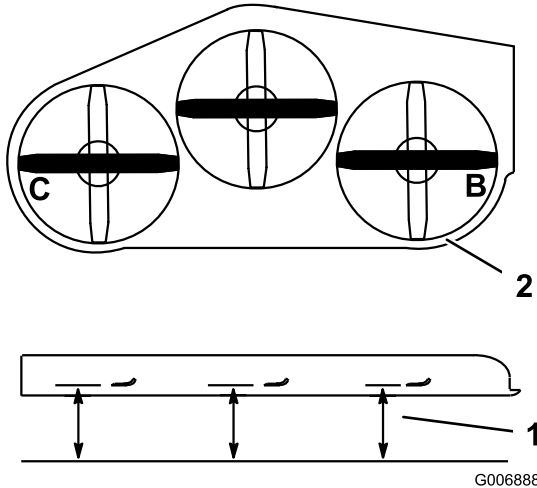

Figure 72
- Mesurez la distance aux points **B** et **C** entre une surface plane et le bord coupant des pointes des lames (Figure 72).